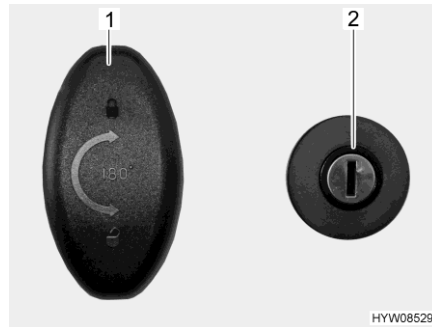

Fig. 54 Serrure de la porte (porte du garage)
- Insérer la clé dans le barillet (Fig. 54,2) et la tourner dans le sens des aiguilles d'une montre. Le verrouillage centralisé est alors déverrouillé.
- Tourner la poignée de la serrure (Fig. 54,1) d'un demi-tour dans le sens des aiguilles d'une montre et ouvrir la porte du garage.
- Tourner la poignée de la serrure (Fig. 54,1) d'un demi-tour dans le sens inverse des aiguilles d'une montre.
- Insérer la clé dans le barillet (Fig. 54,2) et la tourner dans le sens inverse des aiguilles d'une montre. Le verrouillage centralisé est alors verrouillé.